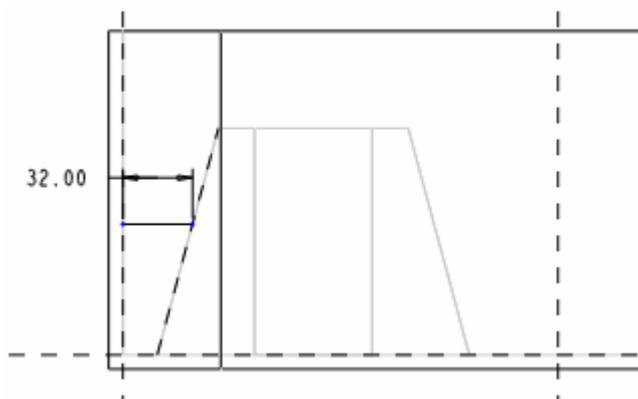

图 9-7
(1) 单击菜单【插入】 【筋】选项，打开筋特征操控板。
(2) 单击  按钮，打开【剖面】对话框，单击  按钮，单击【草绘】进入草绘工作环境。
(3) 绘制如图 9-7 所示的一条直线段。